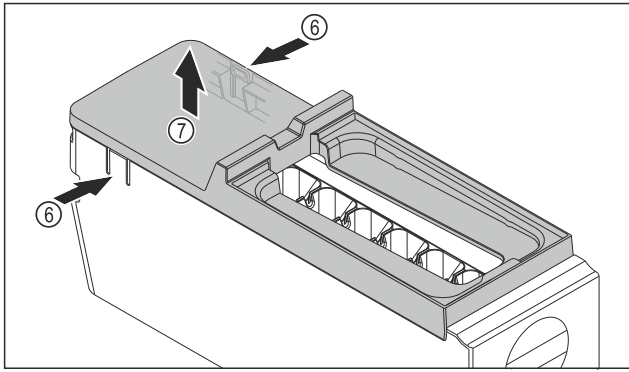

Fig. 145
- ▶ Abdeckung des EasyTwist-Ice-Korpus entnehmen: Laschen Fig. 145 (6) an den beiden Seiten des EasyTwist-Ice-Korpus mit einer Hand drücken.
- ▶ Abdeckung Fig. 145 (7) mit der anderen Hand nach oben entnehmen.